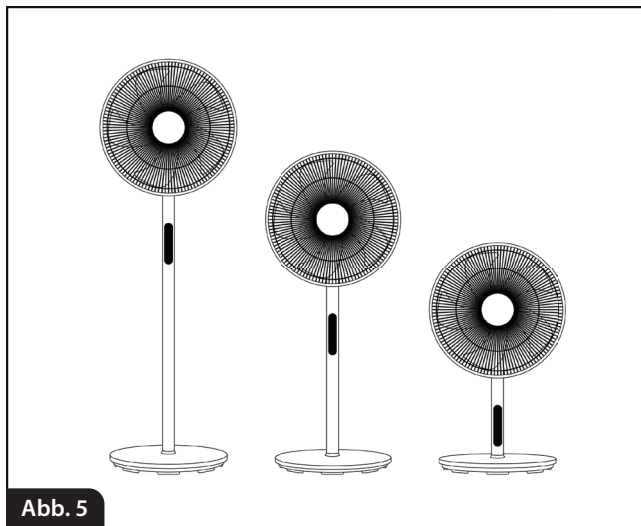

Abb. 5
2. Wählen Sie mit der entsprechenden Taste auf dem Bedienfeld (8) die entsprechende Luftzufuhrgeschwindigkeit. Durch Auswahl der Taste „0“ wird der Betrieb des Lüfters beendet.
3. Um die Oszillation des Ventilators einzustellen, drücken Sie die Taste (11) am Ventilatorkopf (7). Wenn Sie den Knopf wieder nach oben heben, wird die Lüfterschwingung ausgeschaltet.
5. Um die Einstellung der Lüfterhöhe zu ändern, schrauben Sie eines oder zwei der verfügbaren Verlängerungsrohre (9) ab (Bild 5).